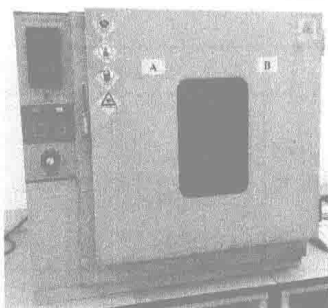

图 2-1 电烘箱
(1) 晾干: 把洗净的仪器倒置在干净的实验柜内或仪器架上晾干。
(2) 吹干: 用吹风机或气流干燥器吹干仪器。
(3) 烘干: 将洗净的仪器放进电烘箱 (图 2-1) 烘干, 放入烘箱前应尽量把水沥干, 放置仪器时, 仪器口应朝下。